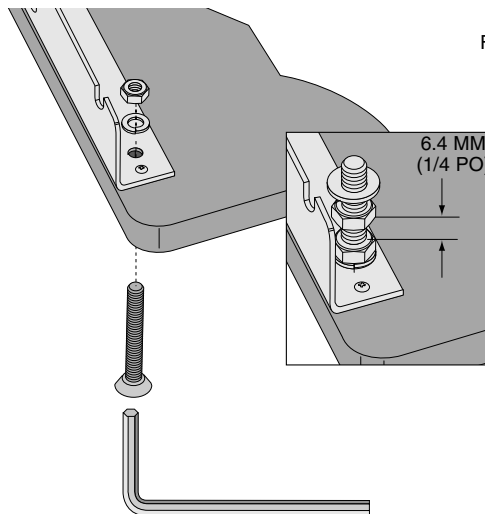

FIG. 5
ÉTAPE 11. Monter le niveau sur la table (Fig. 5).
Posez la table par terre, le côté plat contre le sol. Ajoutez un écrou M10 et une rondelle plate à chaque boulon du niveau (Fig. 5) en espaçant l'contre-écrou à moins de 6,4 mm (ou 1/4 po) de l'écrou ajouté précédemment. Mettez en place le jeu de jambes, orienté vers le haut, par dessus les contre-écrous du niveau. Le jeu de jambes n'est pas encore bien fixé, consolidez-le en ajoutant une rondelle à tête plate, une rondelle d'arrêt et un écrou à chaque boulon et serrez pour ajuster seulement. Ajoutez une vis porte pastille M8 à travers la fente ouverte dans chaque rail latéral et chaque trou carré de la jambe. Fixez chaque boulon avec une rondelle plate, une rondelle d'arrêt et un contre-écrou en positionnant les rondelles et l'écrou à l'intérieur de la jambe (Fig. 6). Serrez avec les doigts.